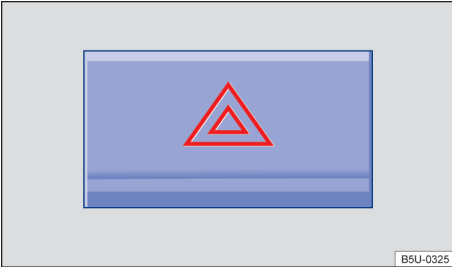

Fig. 37 En la parte superior de la consola central: interruptor de las luces de advertencia.
2. Encender las luces de advertencia con el conmutador  → fig. 37.
Las luces de advertencia también pueden apagarse al presionar el conmutador  en el tablero de instrumentos → fig. 37.